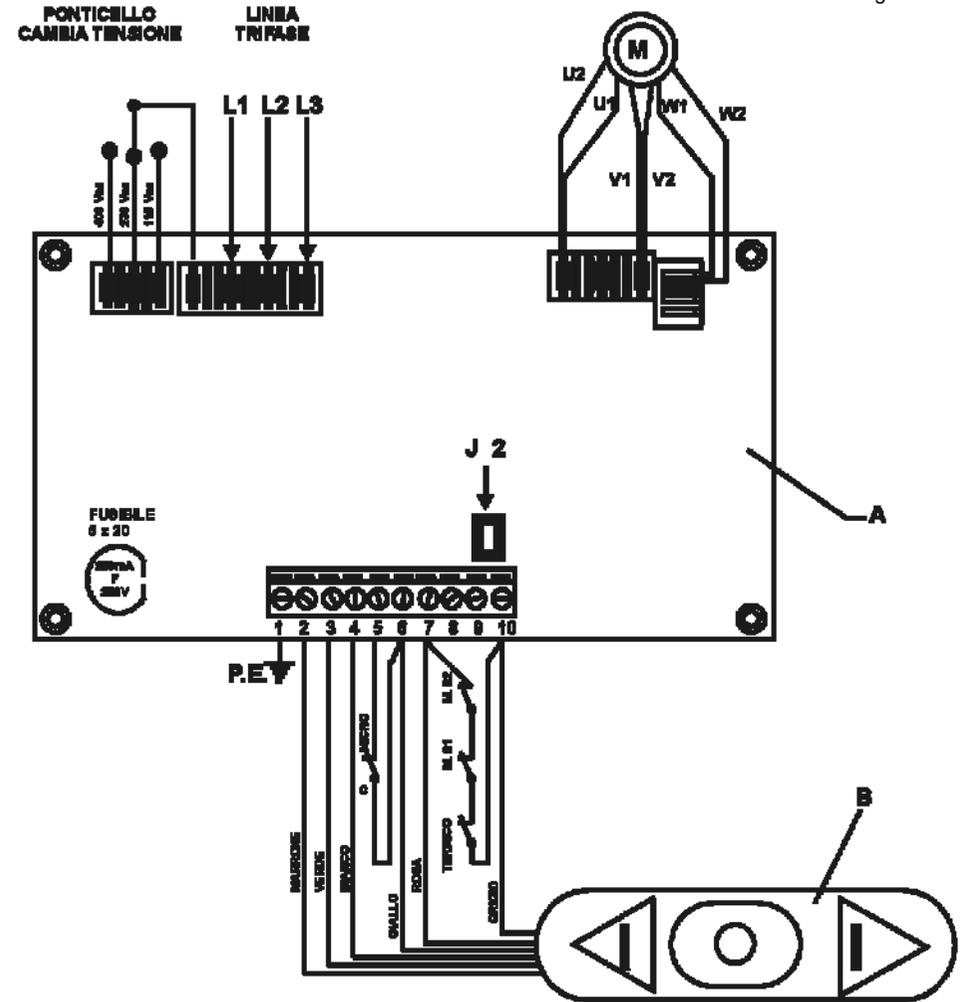

Fig. 2.4.3
2.4.3 Schema elettrico trifase collegato 230V (Fig. 2.4.3)